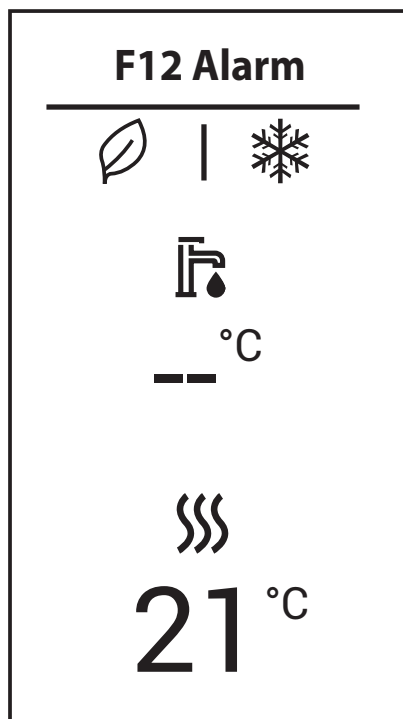

Abb. 6
**Störung Typ Meldung (abb. 6):** Durch die Störung wird der Betrieb des Kessels nicht beeinträchtigt. Die Meldung erlischt nach Lösung des Problems.